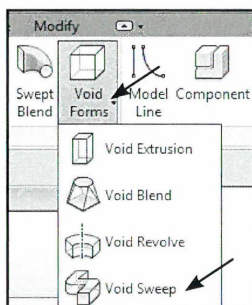

Fig. 08.87. Vælg **Void Sweep**.
- Klik **Create - Void Forms - Void Sweep** (Fig. 08.87).